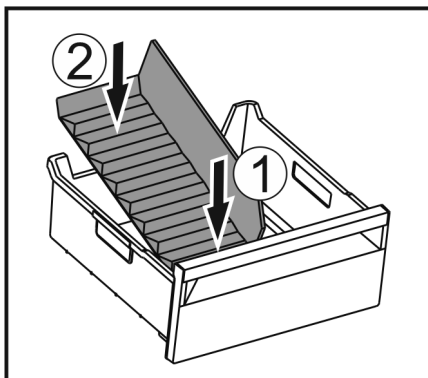

Fig. 176
- Inserire la parte anteriore del divisore dello scomparto del ghiaccio. Fig. 176 (1)
- Abbassare la parte posteriore del divisore dello scomparto del ghiaccio fino al fondo del cassetto. Fig. 176 (2)